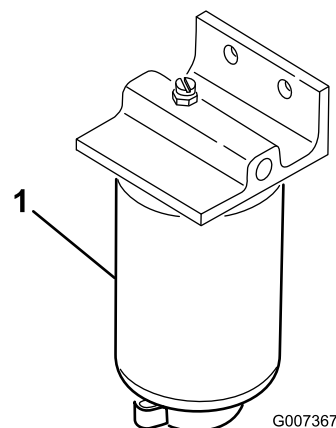

Figure 41
2. Nettoyez la surface autour des supports de la cartouche du filtre (Figure 41).
4. Ouvrez le robinet de vidange du filtre et le reniflard (Figure 41).